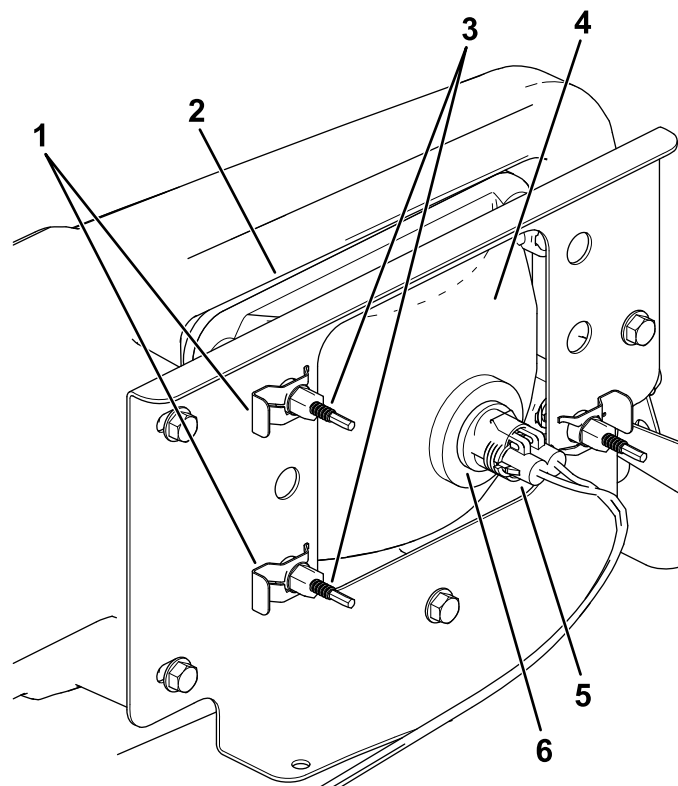

Figura 43
3. Scollegate il connettore elettrico del cablaggio dal connettore del gruppo luci (Figura 43).
4. Togliete i fermagli che tengono bloccato il faro anteriore sulla relativa staffa (Figura 43).
5. Rimuovete il gruppo faro anteriore spostandolo in avanti attraverso l'apertura nel paraurti anteriore (Figura 43).
6. Montate il nuovo faro anteriore attraverso l'apertura nel paraurti (Figura 43).
8. Collegate il connettore elettrico del cablaggio al connettore del nuovo gruppo luci (Figura 43).
5. Sul retro del gruppo faro, ruotate le viti di regolazione (Figura 43) per ruotare il gruppo faro e allineare la posizione di getto del fascio.